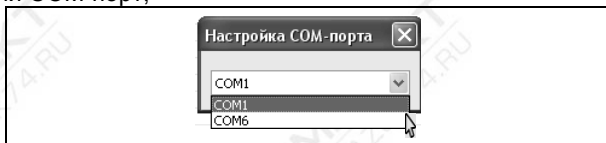

Рисунок E.3
- во всплывающем окне «Настройка COM-порта» (см. рисунок E.3) выберите соответствующий COM-порт;